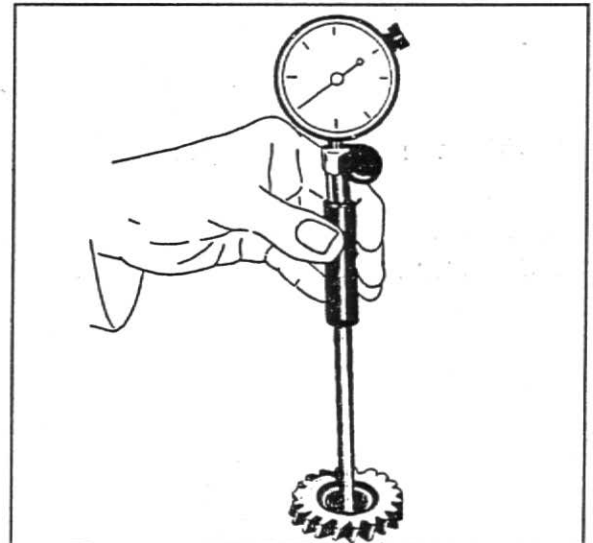

Fig.13
5. Verifique o diâmetro interno da engrenagem intermediária com bucha: 22,225 - 22,258 mm ou 0,8750 - 0,8763 pol, fig. 13.